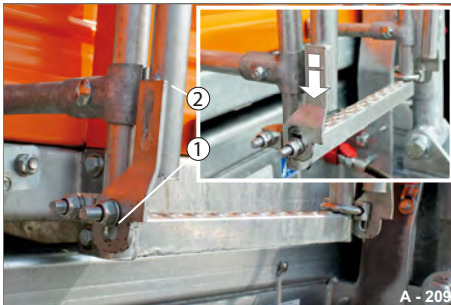

Abb. 223 Aufstiegsleiter arretieren
- Schieben Sie den ausklappbaren Teil (Abb. 223/2) in der senkrechten Position nach unten.
Der ausklappbare Teil arretiert sich im Langloch (Abb. 223/1).